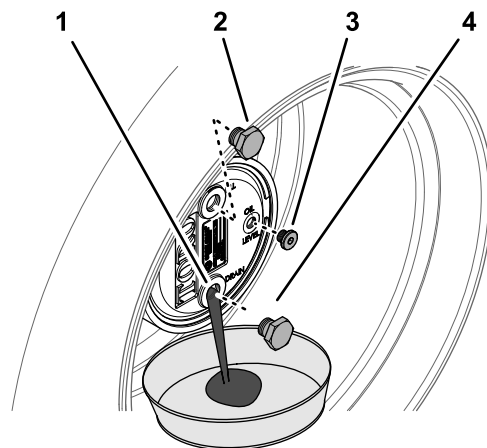

図 100
2. 補給プラグが時計の 12 時を指し、点検プラグが 3 時の位置を指すようにマシンを駐車する 図 100。
3. プラネタリハブの下にオイル回収容器を置き、6 時の位置にあるドレンプラグを外してオイルを抜く 図 100。
5. プラネタリハウジングのドレン穴にプラグを取り付ける 図 100。